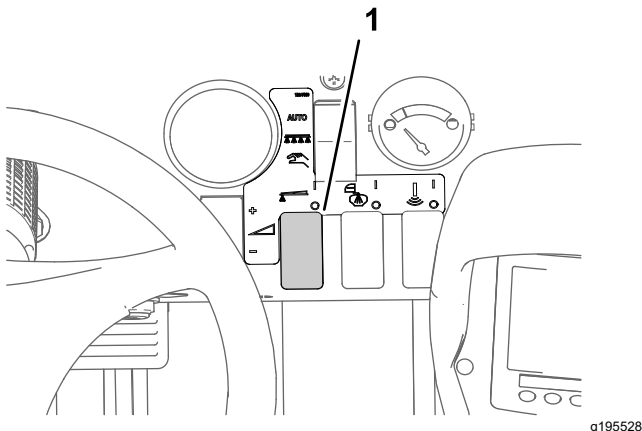

图 47
8. 使用喷洒率开关以获得随打药机提供的喷嘴选择指南里指定的喷洒压力图 47。